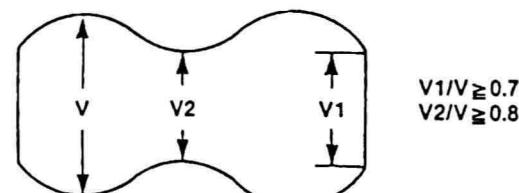

图56
⑧将寻迹旋钮转到中心固定位置, 并把RF包络调整到最大, 如果RF包络不能满足 $V1/V \geq 0.7$, $V2/V \geq 0.8$ 的技术要求(如图56所示), 则重新进行①~⑧步骤。